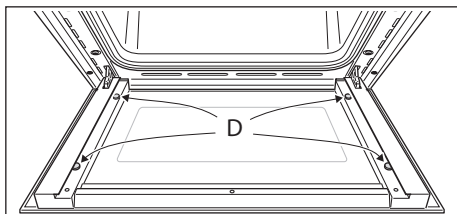
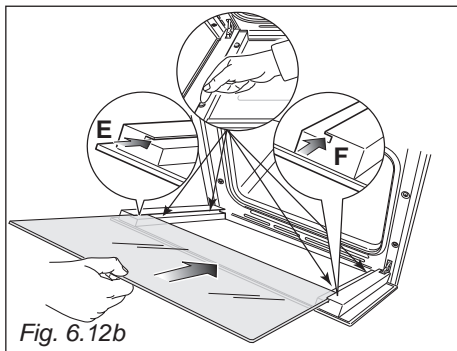
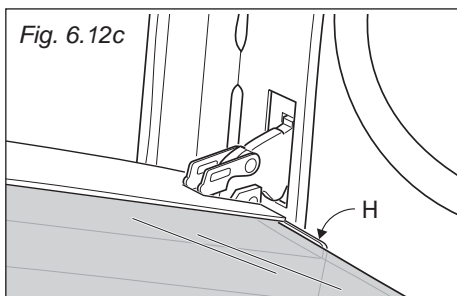

Fig. 6.12a
Fig. 6.12b
Fig. 6.12c
- Verificare che i 4 distanziatori "D" siano nella loro posizione (fig. 6.12a). **IMPORTANTE:** È consigliabile, durante l'inserimento del vetro, tenere premuti in posizione i 4 distanziatori "D", mediante un dito, al fine di evitare la rottura o lo sfilamento dei distanziatori stessi (fig. 6.12b).
- Inserire il vetro nelle guide "E" ed "F" (fig. 6.12b) e farlo scorrere dolcemente fino ai fermi "H" (fig. 6.12c).